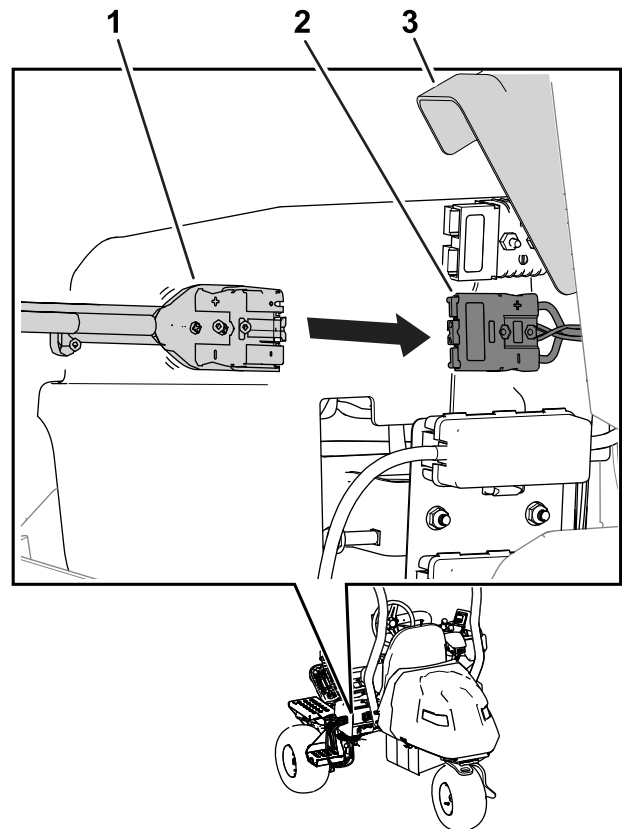

Figure 40
7. Soulevez le couvercle des connecteurs et insérez le connecteur de sortie du chargeur dans le connecteur du chargeur sur la machine (Figure 40).